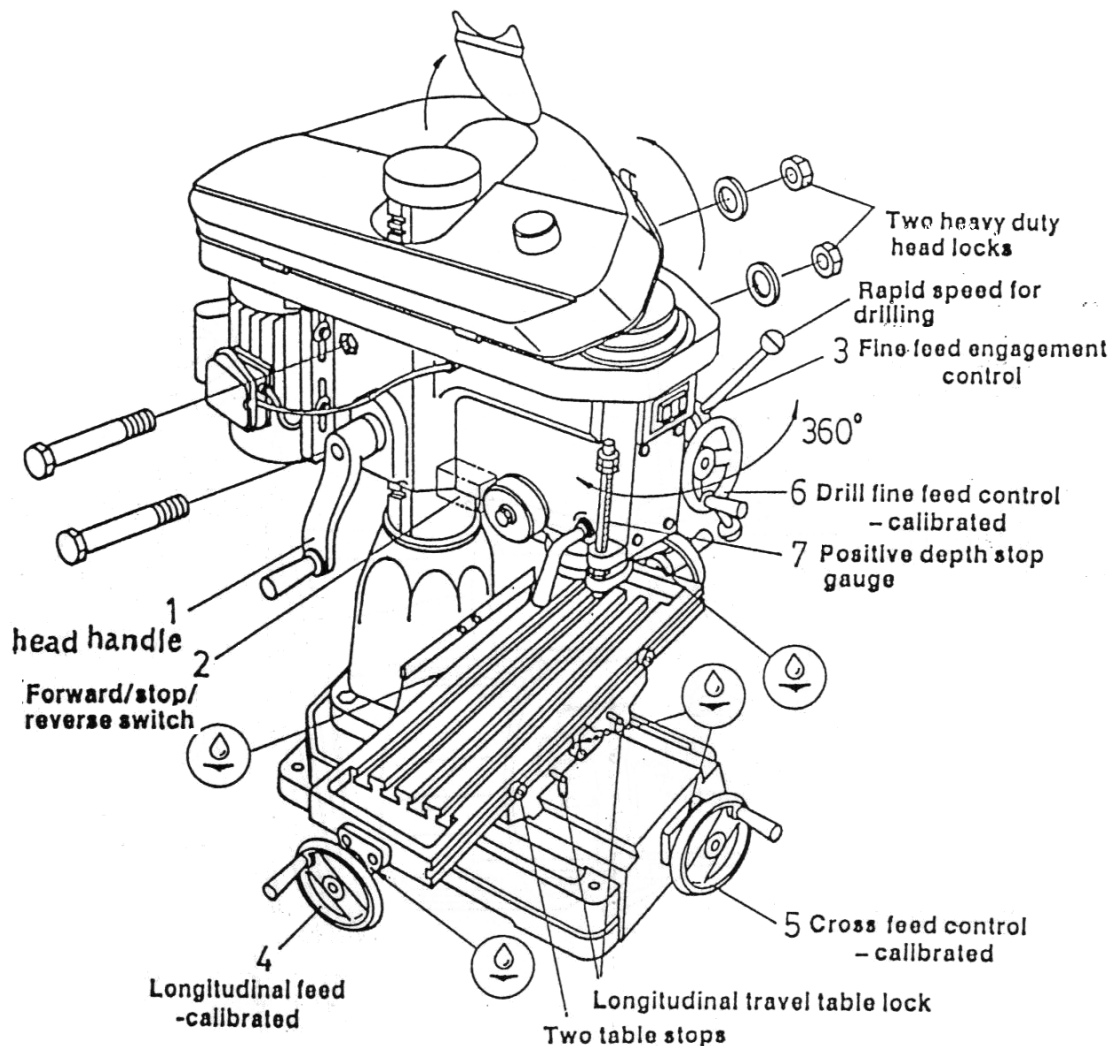

Fig. 1
2. Na het schoonmaken, dient u alle blinkende delen met een laag lichte olie te bedekken. Olie ook alle punten op Fig. 1 met machineolie van een gemiddelde samenstelling.
- a) Om de machinekop op en neer te laten bewegen, dienen beide zware klemmoeren van de machinekop te worden gelost. Zie fig.1. Met behulp van de linker machinekophendel kan de machinekop over het tandtangmechanisme op en neer worden bewogen.